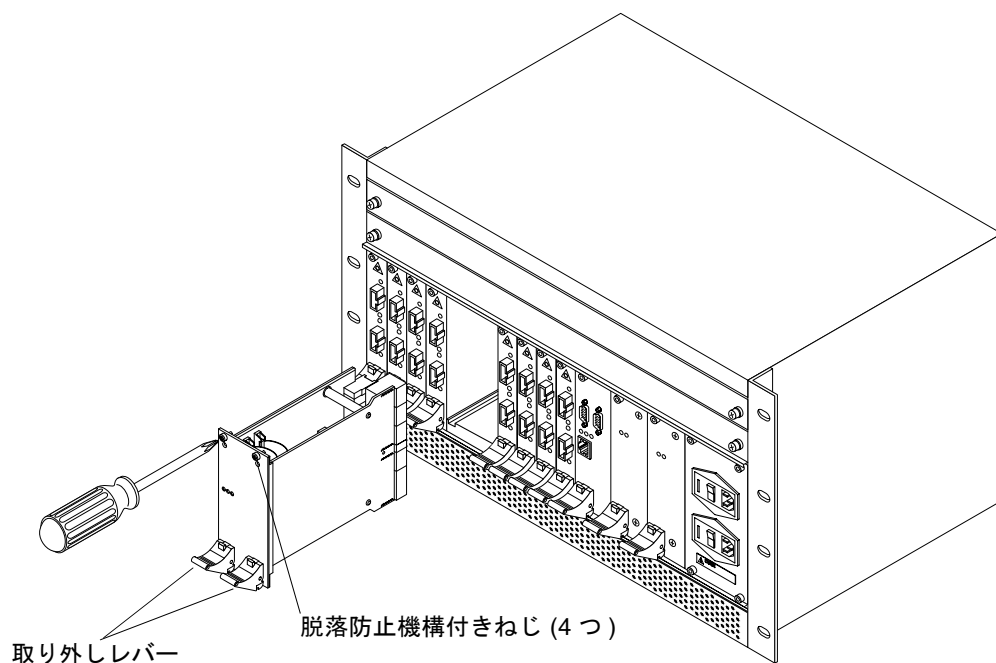

図 4-4 スイッチ ASIC モジュールの交換
4. モジュールの上部および下部に 2 つずつある、4 つの脱落防止機構付きねじを緩めます (図 4-4)。
6. モジュールの上部および下部に 2 つずつある 4 つの脱落防止機構付きねじ (図 4-4) を締めて、バックプレーンのコネクタに固定します。